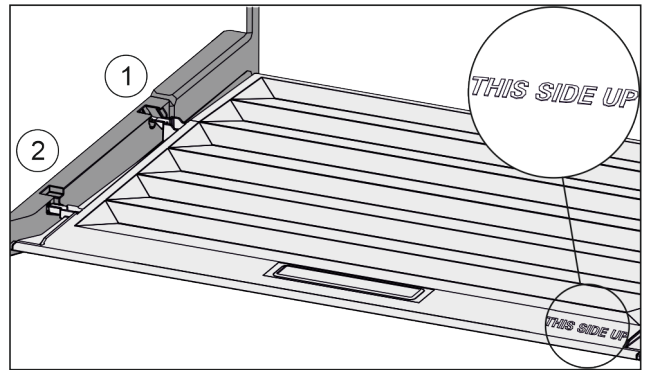

Fig. 95
- ▶ Skyv inn dekseltrinn via åpningen til bakre holder *Fig. 95 (1)* og klikk dem på plass i fremre holder *Fig. 95 (2)*.